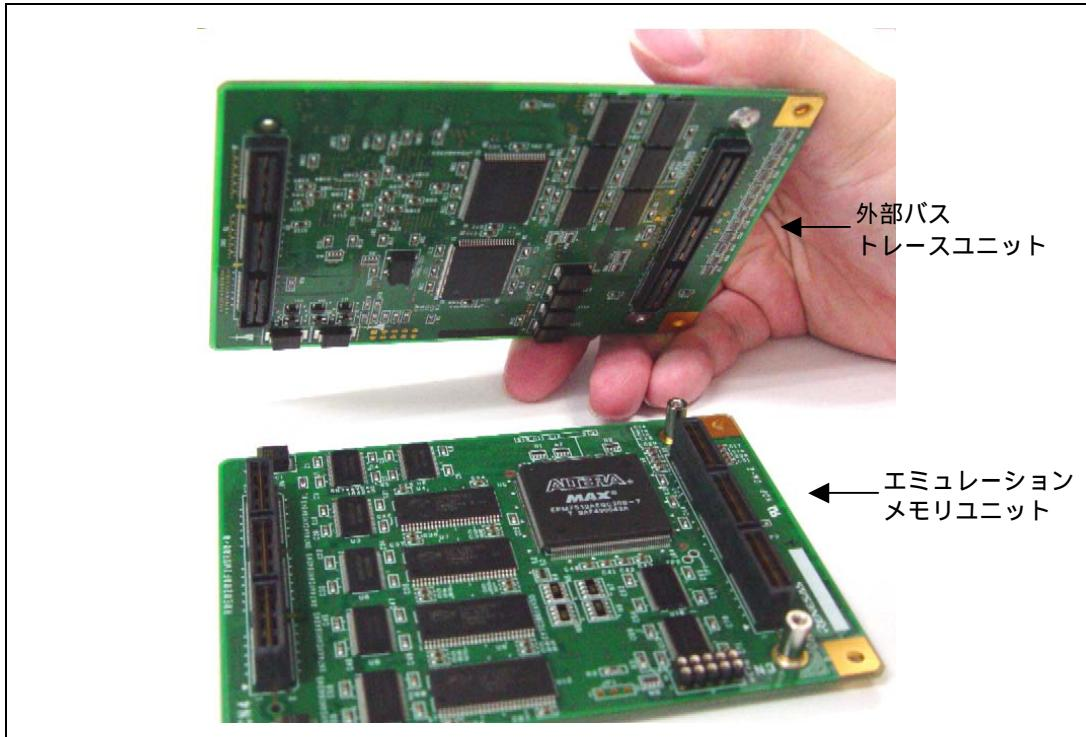

図 2.22 外部バストレースユニットとエミュレーションメモリユニットの接続方法
- 外部バストレースユニットとエミュレーションメモリユニットを組み合わせてご使用になる場合は、図 2.22 のように外部バストレースユニットとエミュレーションメモリユニットを接続してください。